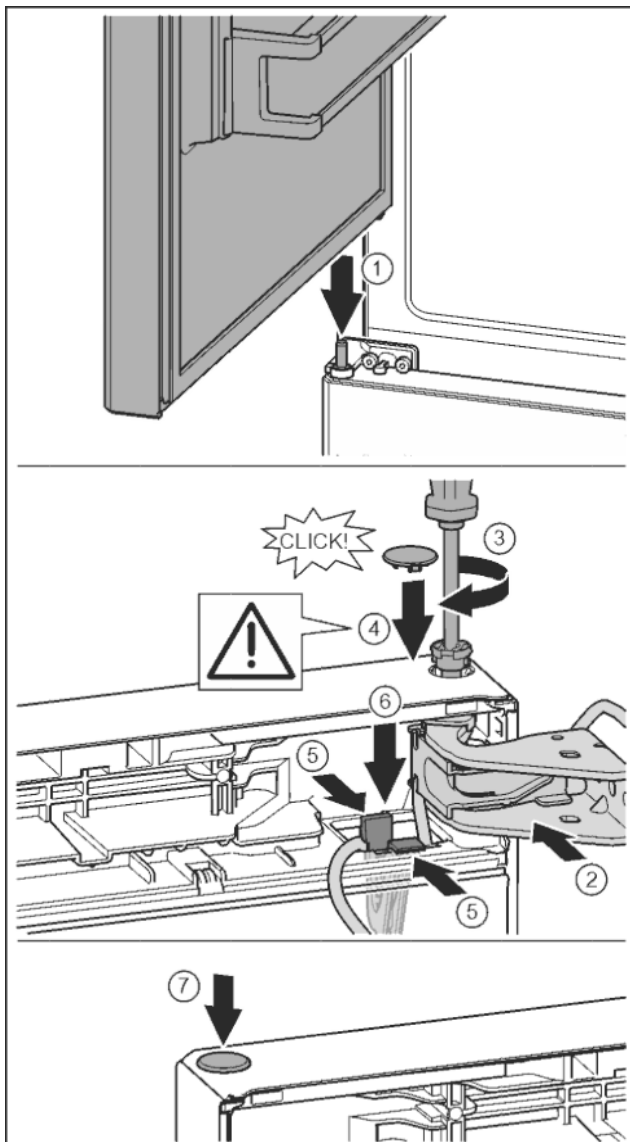

Fig. 39
- ▶ Установка верхней двери на средний опорный палец Fig. 39 (1)
- ▶ Дверь вверху выровнять по отверстию в опорном кронштейне. Fig. 39 (2)
- ▶ Вставить палец и затянуть отверткой T15. Fig. 39 (3)
- ▶ Установить предохранительную крышку для защиты двери: вставить предохранительную крышку и проверить, прилегает ли она к двери. В ином случае вставить палец полностью. Fig. 39 (4)
- ▶ Вставить держатель кабеля с закрепленным на нем кабелем в отверстие. При этом более длинное отверстие соединительной накладки должно быть направлено вперед. Fig. 39 (5)
- ▶ Прижать держатель вниз так, чтобы соединительная накладка защелкнулась. Fig. 39 (6)
- ▶ Вставить заглушку. Fig. 39 (7)